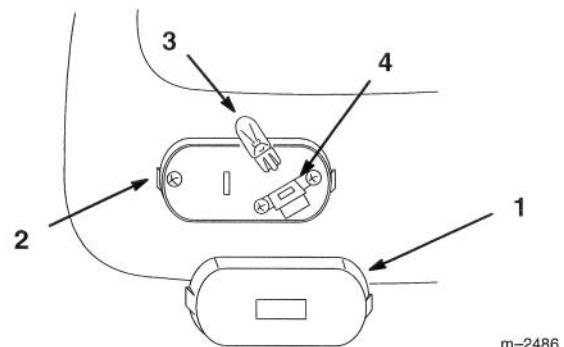

Figure 37
2. Insérer un tournevis dans la rainure et tourner pour détacher le diffuseur (Fig. 37).
1. Aligner la base de l'ampoule par rapport à la douille, et enfoncez l'ampoule en position (Fig. 37).
2. Poser le diffuseur sur son socle et appuyer pour l'encliquer (Fig. 37).